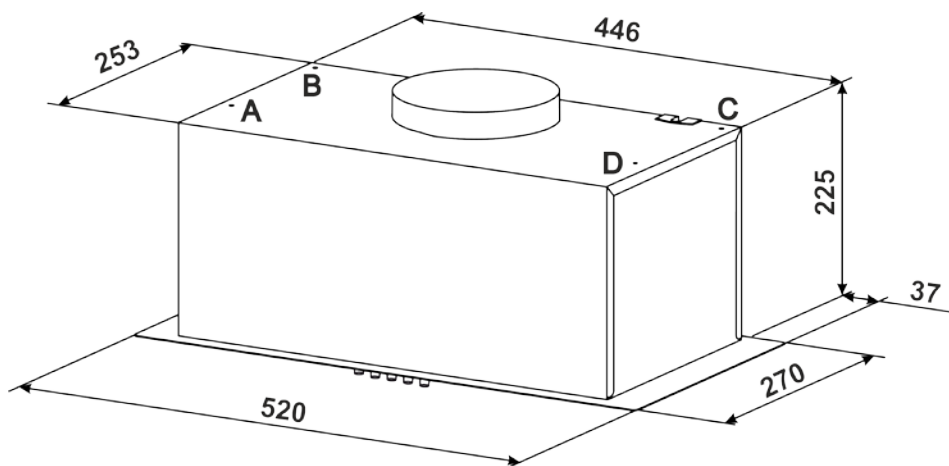

Рис.4
6.5 Кріпити витяжку до шкафчика рекомендовано використовувати 4 саморізи 4,8x13 DIN968 з середини витяжки (саморізи в комплект постачання не входять (**рис.4 / 4.1**)).